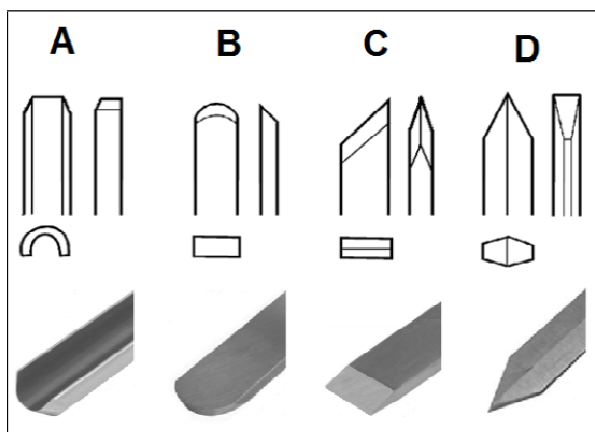
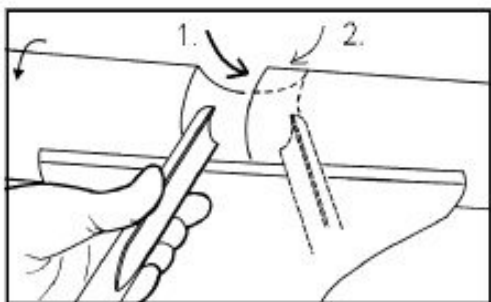
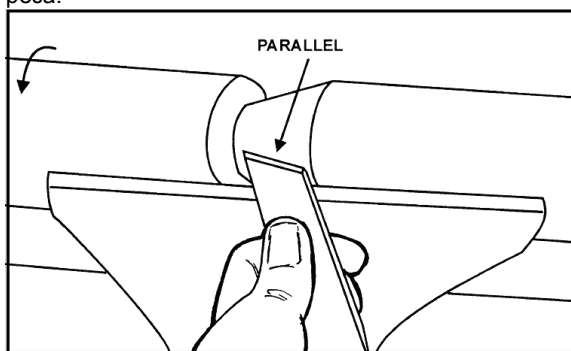

Рис. 9
Рис.10
Рис. 11
**Трубчатый резец (А, Рис. 9)** применяется для черновой обработки, для вытачивания чаш и тарелок, шеек и других элементов (Рис. 10).
**Шабер (В, Рис. 9)** применяется для наружного и внутреннего калибрования, а также для удаления следов обработки.
**Косой резец (С, Рис. 9)** применяется для проточки V-образных канавок, буртиков и т.д. (Рис. 11). Режущая кромка устанавливается параллельно направлению реза.
**Отрезной резец (D, Рис. 9)** применяется для прямой врезки в заготовку и при отрезке. Также может применяться как шабер и для получения нужного диаметра.